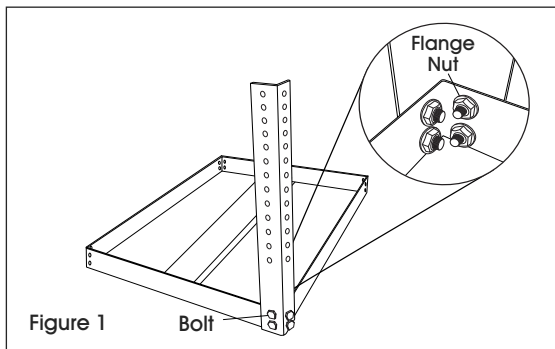

Figure 1
2. Attach legs to outside of top panel using four bolts and four flange nuts on each leg. (See Figure 1)
2. Fixez les pieds à l'extérieur du panneau supérieur avec quatre boulons et quatre écrous à embase sur chaque pied. (Voir Figure 1)